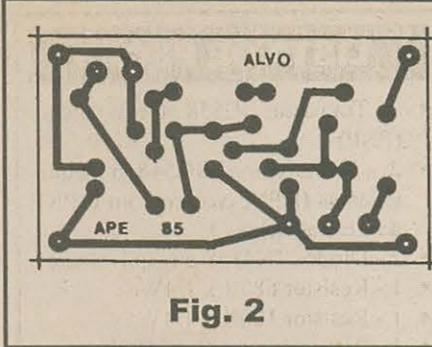

Fig. 2
- FIG. 2 - LAY OUT DO CIRCUITO IMPRESSO ESPECÍFICO - A plaquinha é muito simples, tanto em seu desenho quanto em sua confecção... O diagrama traz o gabarito das áreas cobreadas de ilhas e pistas, em tamanho natural (escala 1:1), podendo então ser carbonado diretamente sobre a face cobreada de um fenolite virgem nas indicadas dimensões... Como não há integrados no circuito, a traçagem pode até ser feita manualmente, usando as canetas (descartáveis ou não) com tinta ácido-resistente encontráveis por alguns trocados no varejo especializado... Entretanto, quem quiser dar um acabamento realmente profissional à placa, deverá usar os práticos e elegantes decalques (cujo preço também não é assim tão alto...). Seguem os procedimentos de corrosão, limpeza, furação, etc., dentro das normas e técnicas já mais do que explicadas, ao fim do que uma rigorosa conferência deve ser feita, buscando curtos ou falhas na face cobreada (e corrigindo os probleminhas encontrados, antes de começar a inserção e soldagem dos terminais e fios...). Aos novatos, recomendamos ler também as INSTRUÇÕES GERAIS PARA AS MONTAGENS, onde são encontradas